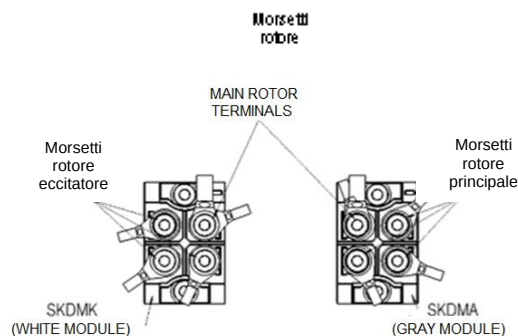

Figura 6.6: Posizione di collegamento dei cavi ai moduli a diodo
- Effettuare i collegamenti dei cavi al modulo, serrando con chiave dinamometrica, rispettando le coppie della Tabella 6.2 e l'ordine di collegamento come indicato nella Figura 6.6.